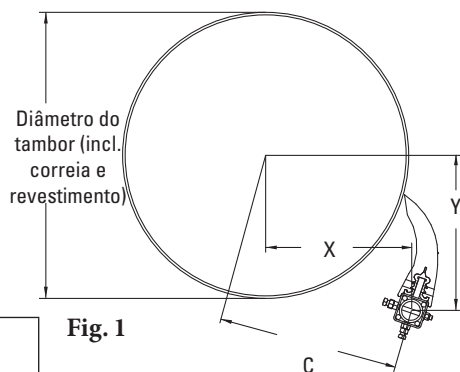

Fig. 1
1. Encontre as especificações X, Y e C. Meça o diâmetro do tambor (incluindo a correia e o revestimento) (Fig. 1).